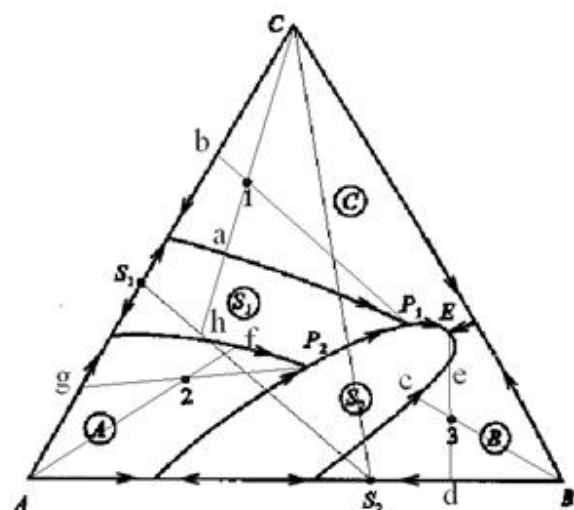

图6-17
6-29根据图6-17回答下列问题: (1) 说明化合物 S_1 、 S_2 的性质; (2) 在图中划分副三角形及用箭头指示出各界线的温度下降方向及性质; (3) 指出各无变量点的性质并写出各点的平衡关系; (4) 写出1、3组成的熔体的冷却结晶过程; (5) 计算熔体1结晶结束时各相百分含量, 若在第三次结晶过程开始前将其急冷却(这时液相凝固成为玻璃相), 各相的百分含量又如何?(用线段表示即可); (6) 加热组成2的三元混合物将于哪一点温度开始出现液相? 在该温度下生成的最大液相量是多少? 在什么温度下完全熔融? 写出它的加热过程。